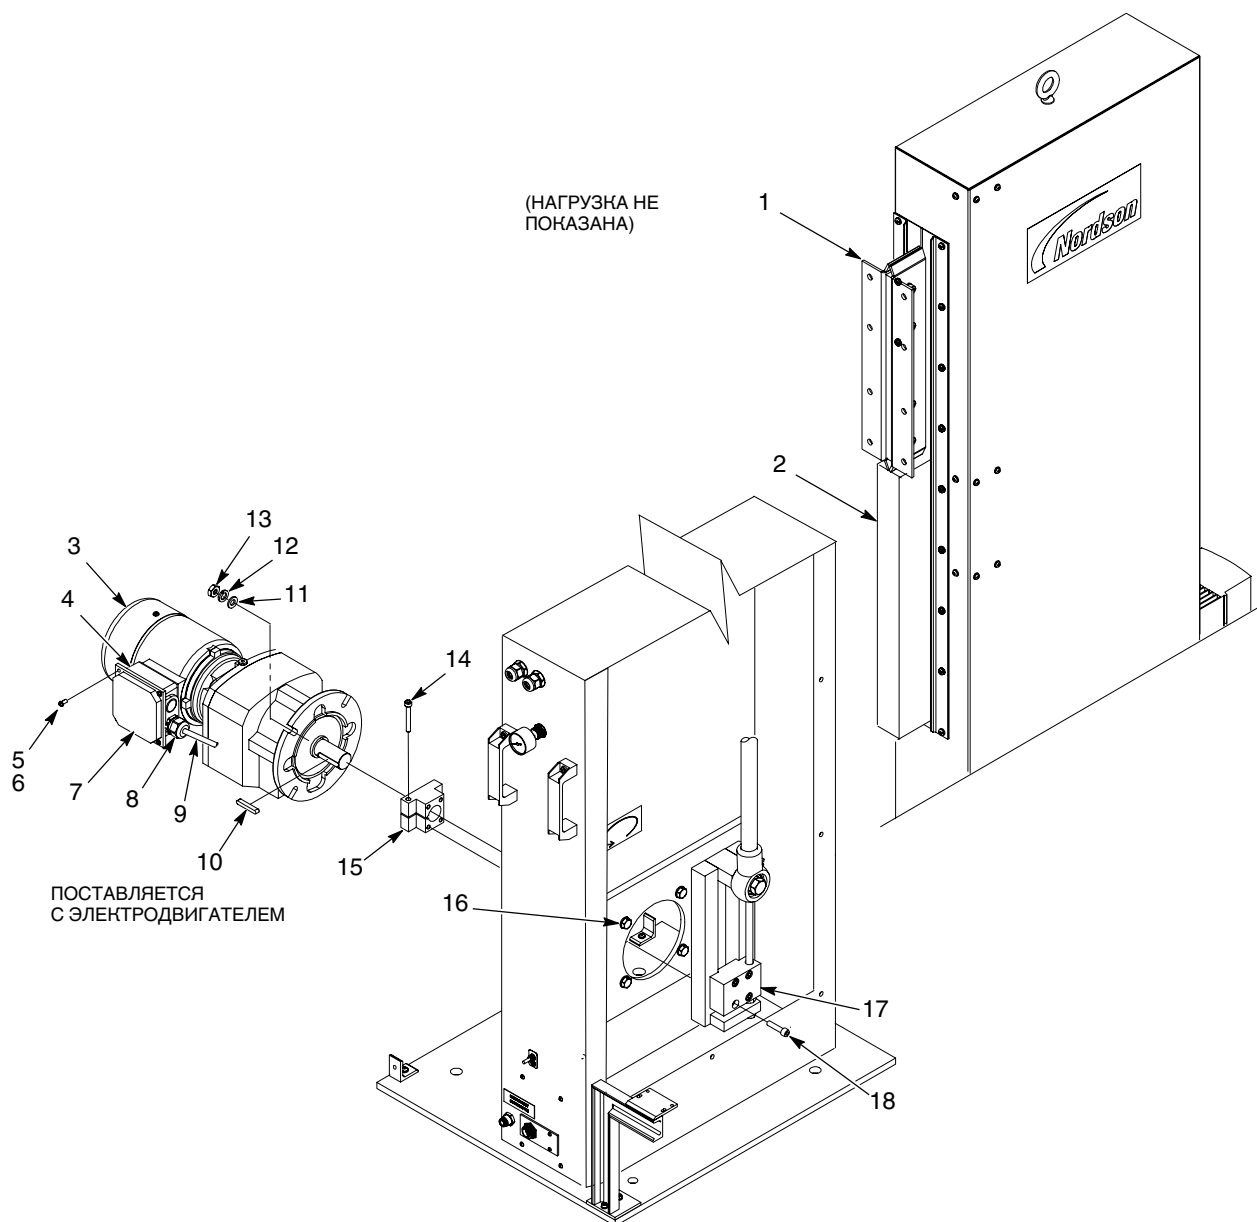

Рис. 14 Замена моторедуктора
1. См. рис. 14. Сдвинуть каретку распылителей (1) в положение хода вверх. При помощи бруска (2) зафиксировать каретку распылителей (1), как показано.
- a. Вывернуть винты (5) и снять стопорные шайбы (6) крепления крышки (7) на распределительной коробке (4).
- c. Снять устройство разгрузки натяжения кабеля (8) и сохранить его для использования на новом моторедукторе.
- d. Отсоединить провода кабеля в распределительной коробке (4). Осторожно вытянуть кабель (9) из распределительной коробки.
4. Вывернуть винты (18) крепления кривошипа (17) к блоку вала (15). Снять кривошип и убрать его в сторону.
5. Отвернуть гайки (13), снять стопорные шайбы (12) и плоские шайбы (11) крепления моторедуктора (3) на монтажных шпильках (16). Снять моторедуктор с манипулятора.
6. Ослабить винт (14) блока вала (15). Снять блок вала с моторедуктора (3).